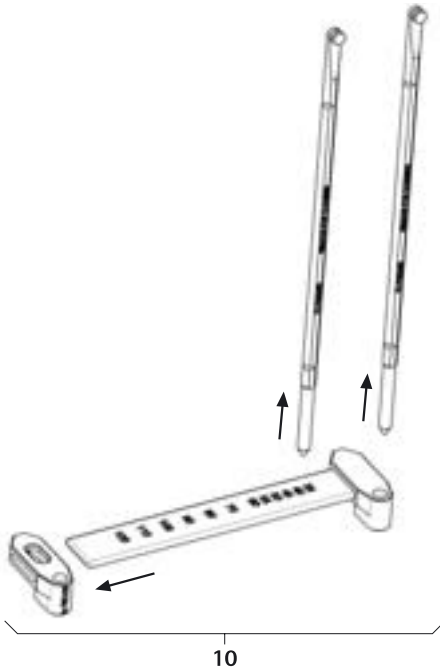

Fig. 5
- Démontage de l'instrument de mesure de longueur de tige 10, voir Fig. 5.